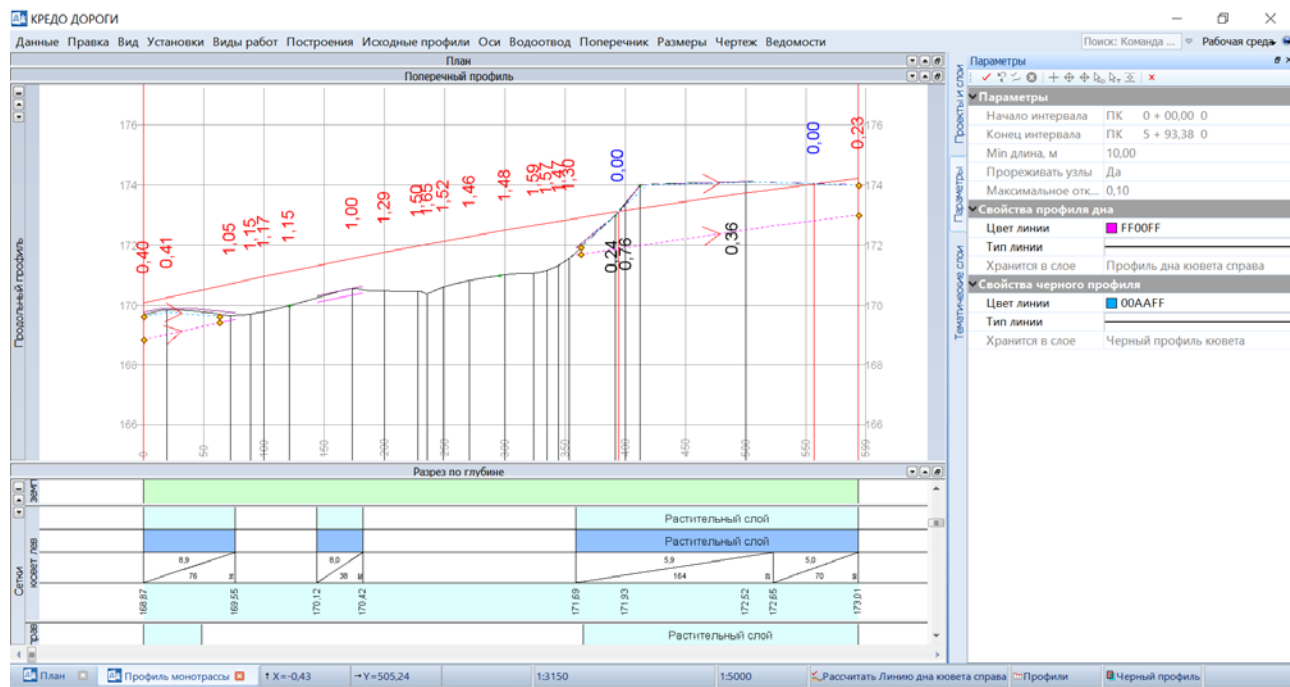

Рис. 13.4 Выполнение расчета по заданным параметрам проектной линии дна кювета слева
2.3. Визуально проанализируйте полученный профиль дна кювета в окне ПРОДОЛЬНЫЙ ПРОФИЛЬ, а также в сетке КЮВЕТ СЛЕВА (рис. 13.4).